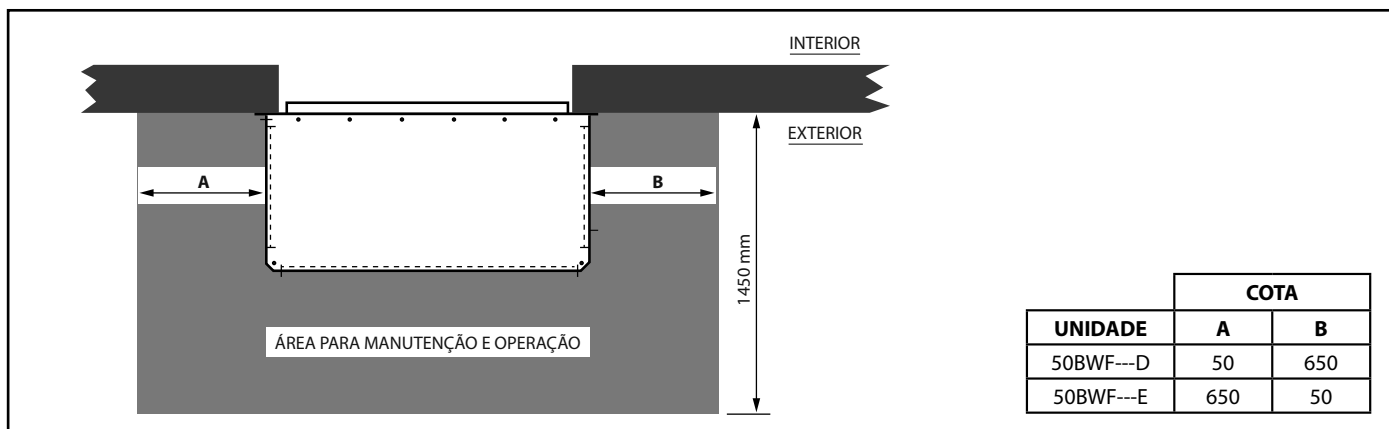

Figura 4 - Espaços mínimos requeridos para manutenção e operação
- b) Prever suficiente espaço para serviços de manutenção conforme a figura 4. As unidades foram projetadas para permitir fácil acesso a todos os seus componentes através de simples remoção de seus painéis de fechamento.